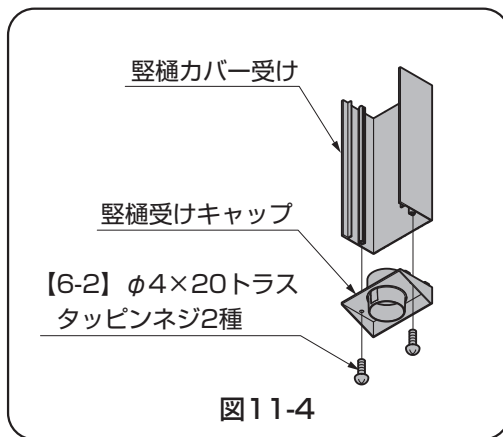

図11-4
- ②アタッチメントパッキンを雨樋アタッチメントに貼付けて樋に【6-1】で取付けてください。
- ③雨樋ジョイナーを雨樋アタッチメントに取付けてください。
- ④縦樋受けキャップを縦樋カバー受けの切欠きのない側に【6-2】で取付けてください。(図11-4参照)
- ⑤縦樋の長さをH24の場合は2199mmに、H29の場合は2654mmに切断してください。
- ⑥縦樋を縦樋受けキャップに差し込んだ状態で、縦樋カバー受けを柱に当ててください。
- ⑦縦樋カバー受けを樋下面に突き当て、縦樋と雨樋ジョイナーを結合させてください。
- ⑧ドリルで柱にφ3.2の下穴をあけ、【6-1】で縦樋カバー受けを柱に取付けてください。
- ⑨フレームカバーの切欠きのある側を上にして、縦樋カバー受けにはめ込んでください。